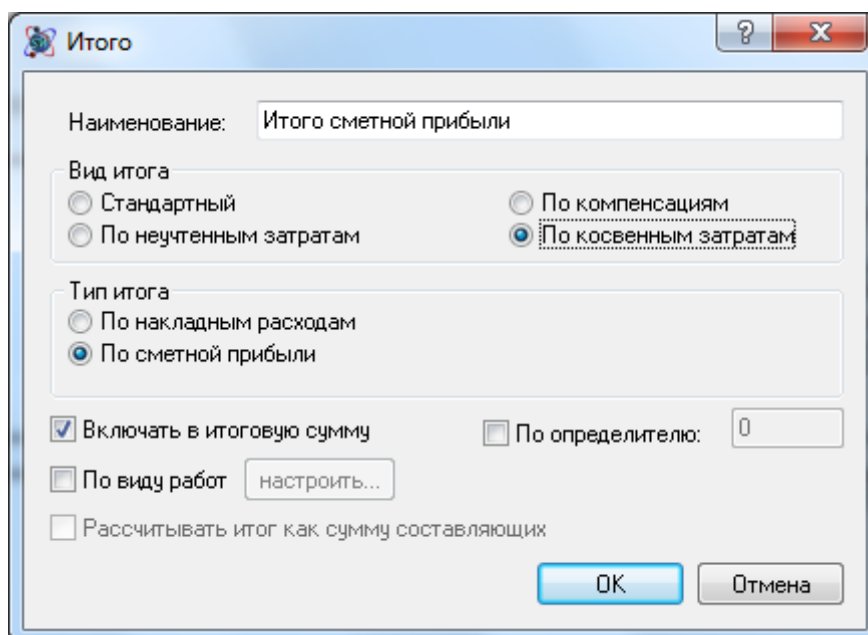

Рис. 4.49 Вид итога по косвенным затратам, типы итогов
- Вид итога По косвенным затратам (рис. 4.49), типы итогов: